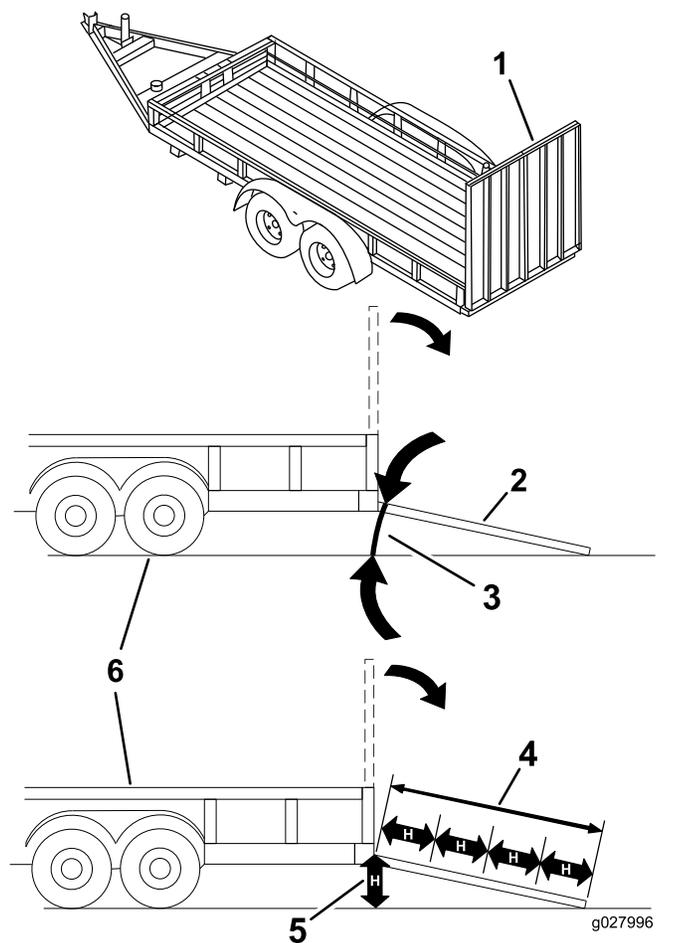

図 34
マシンをトレーラなどに搭載する作業は、機体を転倒させる危険をはらんでおり、万一そのような事故が起こると死亡事故など重大な人身事故となる図 34。
3. 歩み板を降ろす板と地面との角度が15°以下となるにすること 図 34。
1. 歩み板を降ろす板と地面との角度が15°以下となるにすること 図 34。